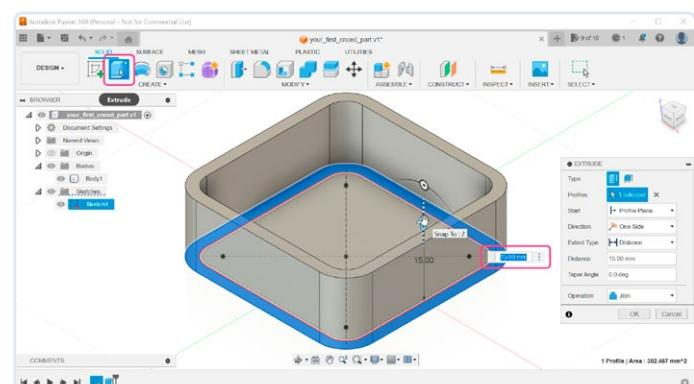

Figure 8. Définition de la hauteur du boîtier.
8. Nous voulions extruder les parois mais elles ont soudainement disparu. Pas de souci ; seul le sketch est caché. Dans le coin supérieur gauche du navigateur (**figure 8**), ouvrez le groupe *Sketches* et rendez visible le *Sketch1*. Maintenant, vous pouvez sélectionner l'outil *Extrude* dans la barre d'outils et cliquer dans le rectangle arrondi. Entrez la distance de 15 mm, qui sera la hauteur de notre boîtier.